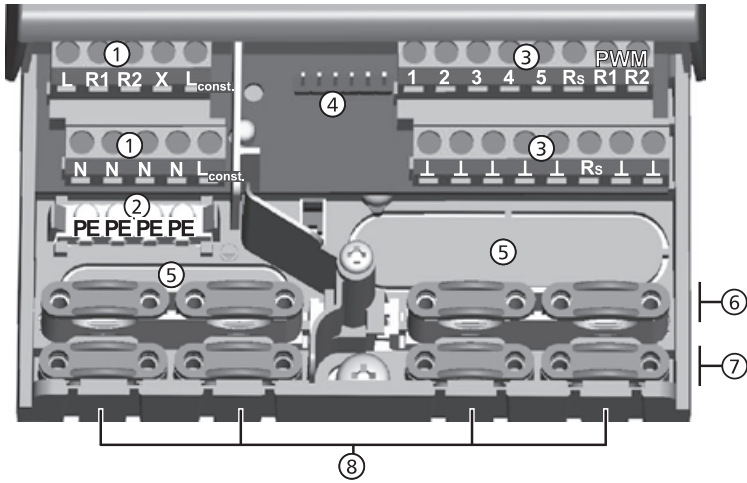

Fig. 3: bornes de raccordement dans la partie inférieure du régulateur (cache-bornes retiré)
1. Dégagez les orifices de raccordement ⑤ (Fig. 3) à l'aide d'un outil adapté.
1. Découpez et dégagez les orifices de raccordement *nécessaires* ⑧ (Fig. 3) à gauche et à droite à l'aide d'un couteau adapté.